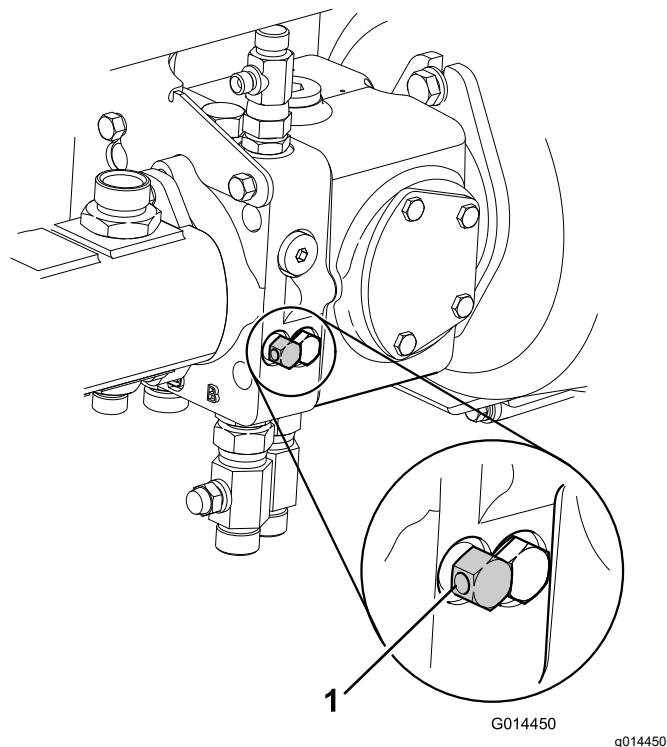

**Figura 47**
3. Chiudete la valvola di bypass sulla pompa della trasmissione (Figura 47) girandola in senso orario.